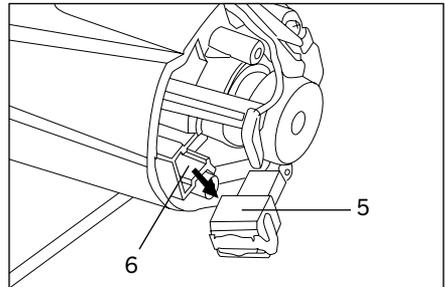

Fig. 21
4. Retirez le porte-balai en carbone (5) avec le balai en carbone du boîtier du moteur (6) (Fig.21).